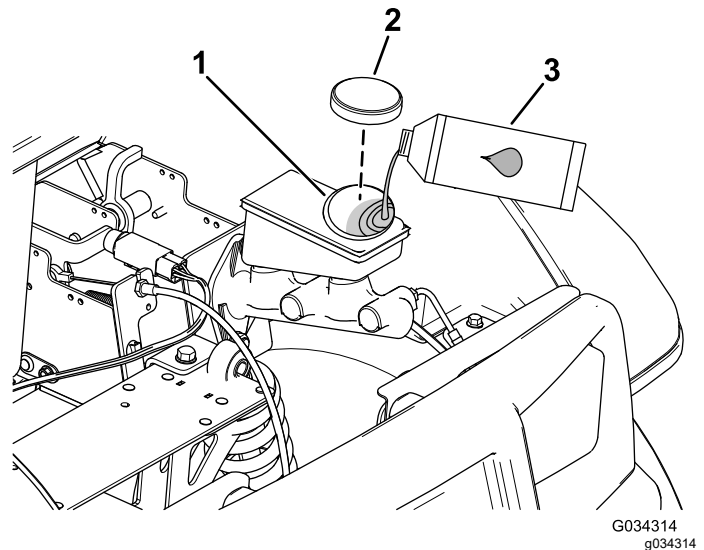

Figure 60
2. Soulevez le capot pour accéder au maître-cylindre de frein et au réservoir (Figure 60).
- Nettoyez la surface autour du bouchon du réservoir et enlevez le bouchon (Figure 60).
- Remettez le bouchon du réservoir (Figure 60).